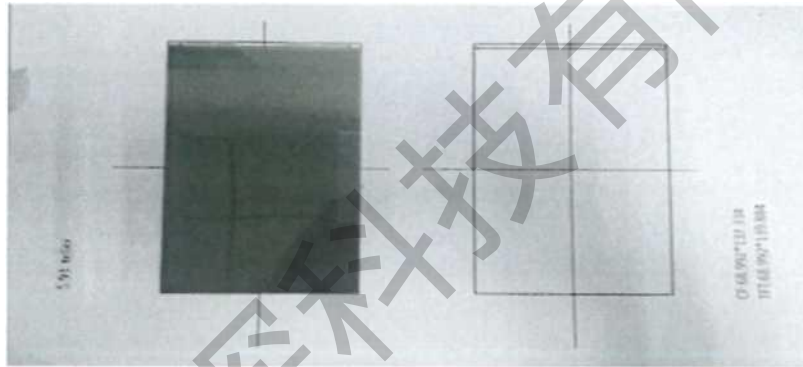

图 4 样品定位示意图
4.1.1.3 样品贴附位置固定: 按照产品的尺寸, 用 A4 纸按 1:1 的比例打印中心十字对位线, 并将样品准在 A4 纸上的十字线用胶带黏贴固定好 (图 4);